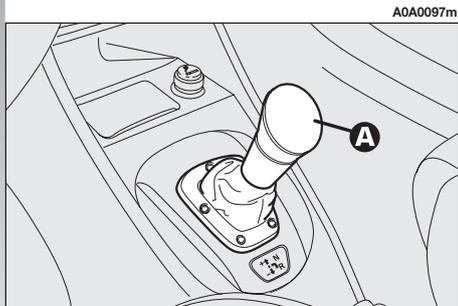

fig. 126
Il cambio delle marce avviene tramite la leva di comando (A-fig. 126) di tipo flottante ad "unica posizione centrale stabile". Agendo sulla stessa è possibile richiedere l'incremento/decremento del rapporto marcia innestato e/o l'inserimento della retromarcia (R) o del folle (N).